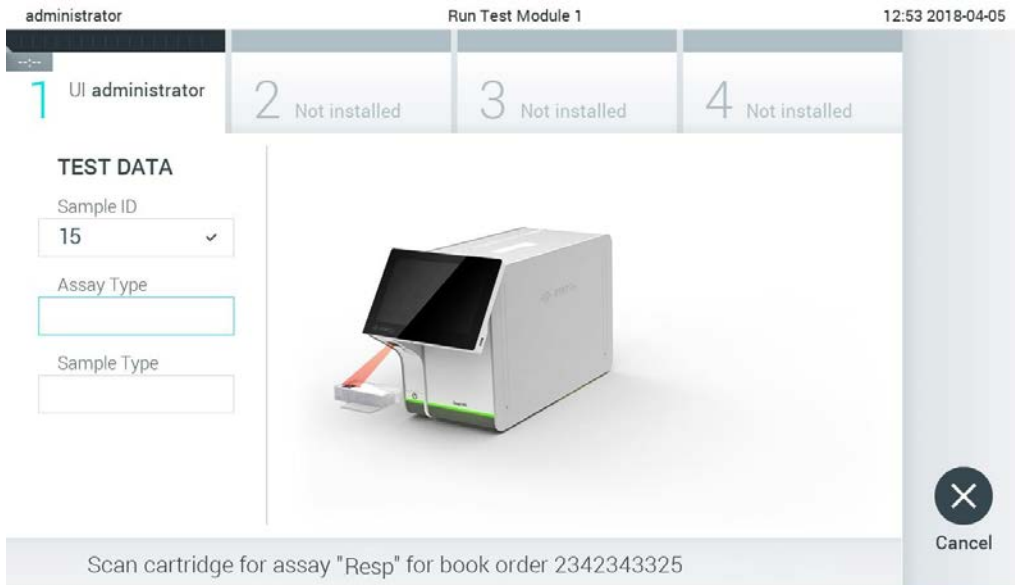

Figura 83. Digitalização do código de barras do cartucho de ensaio QIAstat-Dx.
4. Quando o pedido de teste tiver sido recebido de forma bem-sucedida do anfitrião, é apresentada a mensagem "Scan cartridge for assay <assay_name> and book order <order_number>" (Digitalizar cartucho para o ensaio <assay_name> e pedido de agendamento <order_number>). Digitalize o código de barras do cartucho de ensaio QIAstat-Dx especificado (Figura 83).